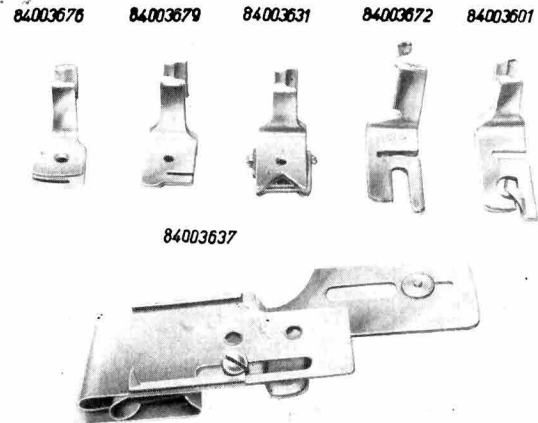

Abb. 87
(Bestell-Nr. 80 02 02 15, Abb. 87)
a) **Der Kräusler** (Bestell-Nr. 84 00 36 76) Abb. 87 und 88
(Abb. 87 und 89)
(Abb. 87 und 90)